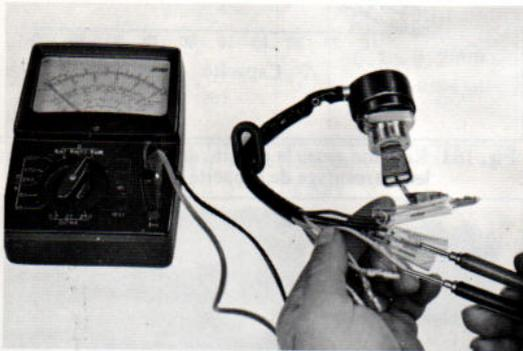

Fig. 164 Contrôle du passage de courant dans le contacteur principal
1) Contacteur principal (Fig. 164)